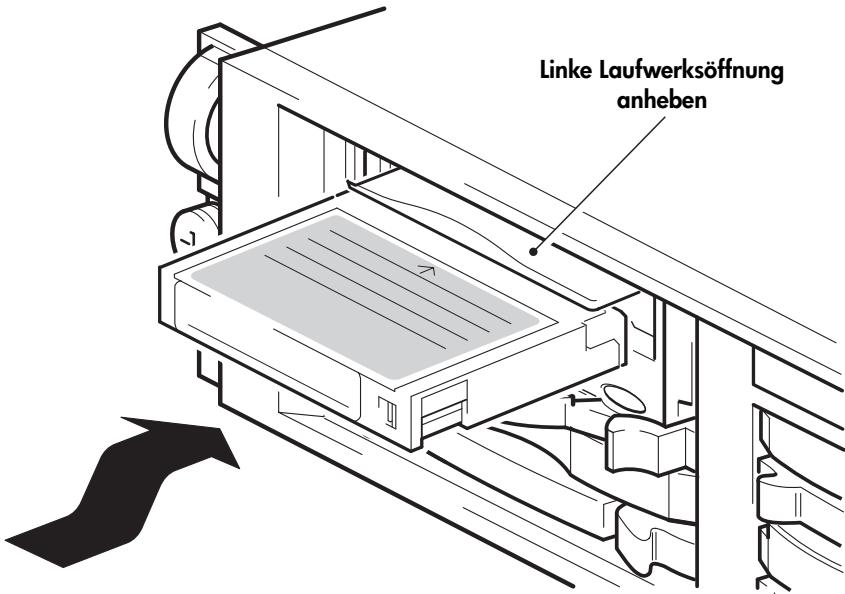

Abbildung 6a: Einlegen einer Kassette
- 1 Heben Sie die Kassettenöffnung an der Vorderseite des Laufwerks an, und schieben Sie die Kassette so in das Laufwerk, dass der weiße Pfeil nach oben und zur Laufwerksöffnung zeigt. Drücken Sie vorsichtig auf die Rückseite der Kassette, bis die Kassette vom Laufwerk aufgenommen wird. (Siehe Abbildung 6a.)